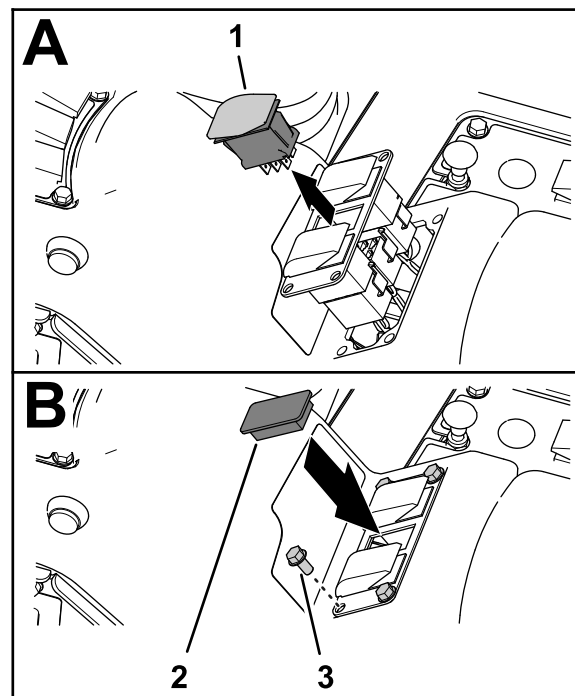

Figura 32
2. Aperte as abas de bloqueio do interruptor de controlo da aplicação juntando-as e pressione o interruptor para fora do painel de três interruptores (Figura 32).
5. Monte o painel de três interruptores na consola de controlo (Figura 32) com os quatro parafusos de cabeça flangeada (1/4 x 1/2 pol.) que retirou no passo 1.